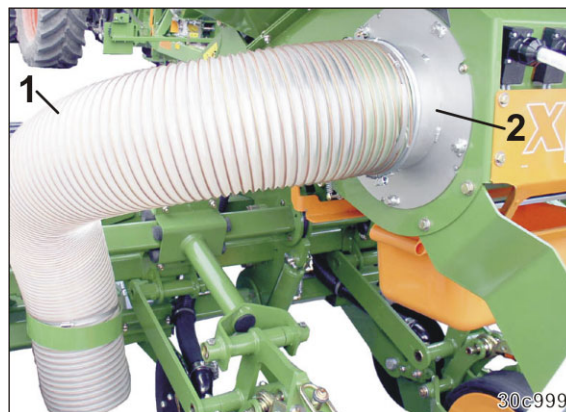

Рис. 289
2. Отсоедините шланг для отвода воздуха (Рис. 289/1) от крышки корпуса (Рис. 289/2).